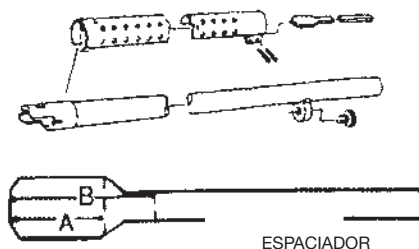

Fig. 17
- 5) Coloque el espaciador de plástico de longitud adecuada o los espaciadores tipo cojinete opcionales entre la abrazadera delantera. Inserte los dos tornillos con las dos tuercas hexagonales con la ayuda de una llave hexagonal de 7/64 pulg. y una llave de extremo abierto o llave de caja 5/16 pulg. **TODAVÍA NO APRIETE LOS DOS TORNILLOS POR COMPLETO (Fig. 17).**